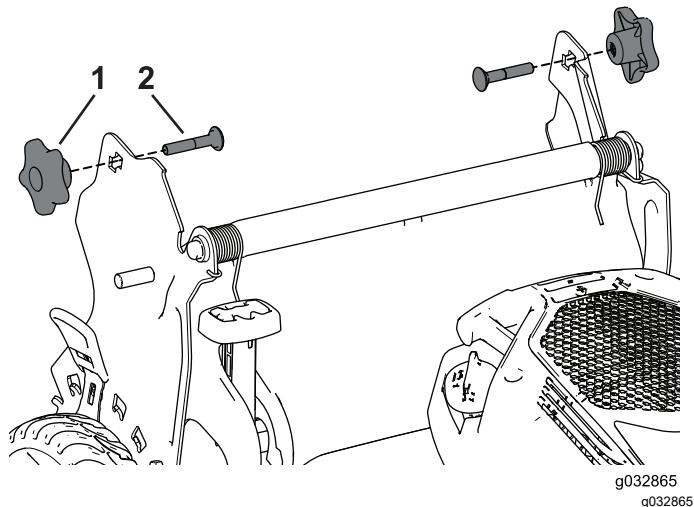

Figure 24
3. Insérez le boulon de carrosserie (la tête du boulon vers l'intérieur) dans le support de la poignée et dans le trou supérieur à l'extrémité de la poignée. Vérifiez que les bords carrée de chaque boulon de carrosserie s'engagent dans le trou carré supérieur ou inférieur du support de poignée correspondant (Figure 24).